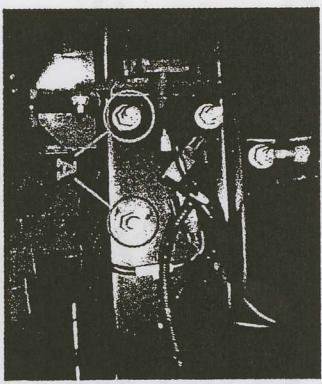

Fig. 1
Plaats de monteertukken (-e) met de punten (A) (ZIE FIG. 1+2) op deze vrijgekomen boringen en breng de bijgeleverde bouten met rondsels in, via de buitenzijde van de chassispalk, doch niets aanspannen.